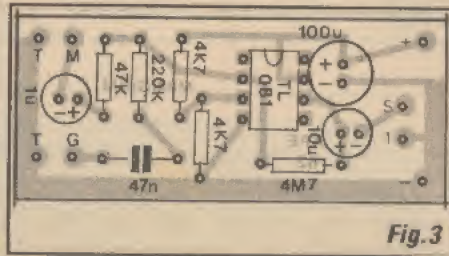

Fig.3
- FIG. 3 - CHAPEADO DA MONTAGEM - O outro lado da placa (não cobreado...), ainda em tamanho natural, com todas as peças (menos o *trafo*...) colocadas, identificadas pelos seus códigos, valores, polaridades e demais características de acordo com as normas gráficas adotadas por APE (que *não são*, necessariamente, as mesmas eventualmente adotadas por outras publicações ou mesmo pelas entidades de *normalização técnica*...). O leitor/hobbysta que nos acompanha já está mais do que *acostumado* a corretamente interpretar as estilizações criadas pelos nossos desenhistas, sempre no sentido de facilitar ao máximo a compreensão e o entendimento *visual*, mesmo pelo mais *verde* dos principiantes... Lembramos que vários dos componentes são *polarizados* e assim têm posição *única e certa* para inserção e soldagem à placa... É o caso do Integrado, com sua extremidade marcada claramente indicada; do transistor, com sua face metalizada voltada para os terminais (S+)(S-); dos diodos, todos com sua extremidade de *catodo* também nitidamente indicada pela marca ou anel em contraste, e do capacitor eletrolítico, com sua polaridade de terminais marcada
- FIG. 3 - CHAPEADO DA MONTAGEM - A colocação dos componentes à placa deve ser guiada pelo *chapeado*, que mostra o impresso pela sua face *não cobreada*, todas as peças principais posicionadas e identificadas (ainda em escala 1:1, para que seja mais fácil ao leitor/hobbysta